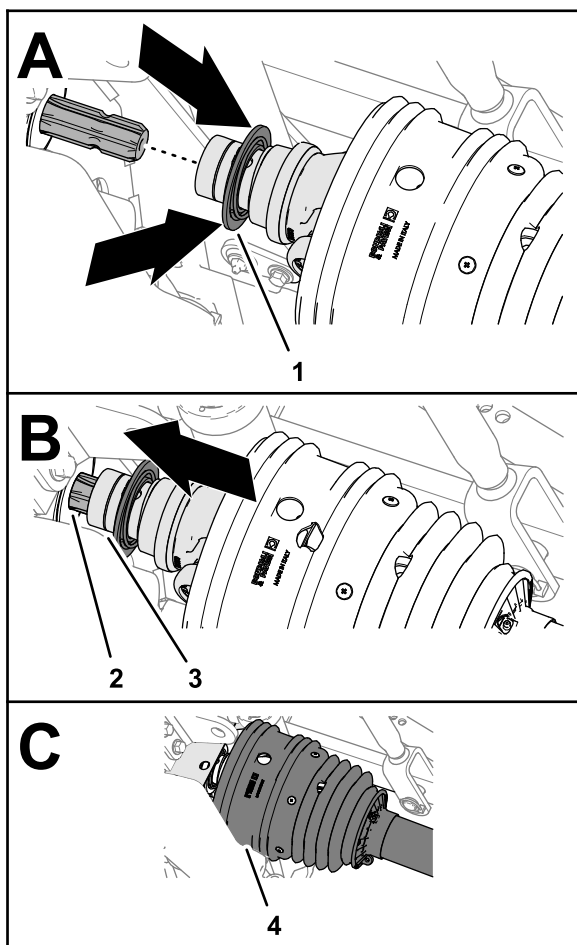

Bild 25
2. Ziehen Sie den Arretierkragen der Schnelltrennkupplung zurück (Bild 25).
3. Ziehen Sie beim Zurückziehen des Arretierkragens die Zapfwelle nach vorne und in die Jochfassung über die Verzahnung der Zapfwelle (**Bild 25**).
5. Achten Sie darauf, dass das Schutzblech über dem Antriebswellenjoch liegt (**Bild 25**).